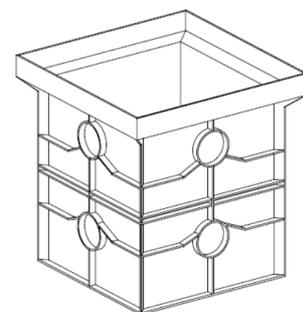

Figura 4
- Las arquetas Sistema CADI (excepto el modelo 780), tienen la posibilidad de llevar un marco solidario de poliéster, lo que nos da una opción muy útil para zonas ajardinadas y acerado (figura 4).